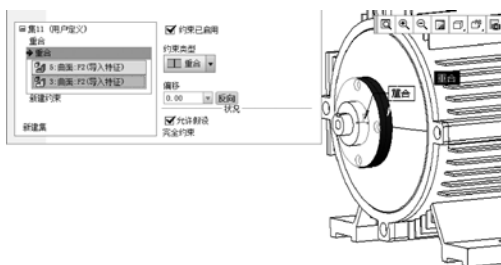

图 7-76 居中约束
- 新建“居中”约束，选择两个组件的圆柱面进行约束，如图 7-76 所示。最后单击“应用”按钮，完成法兰组件的装配。